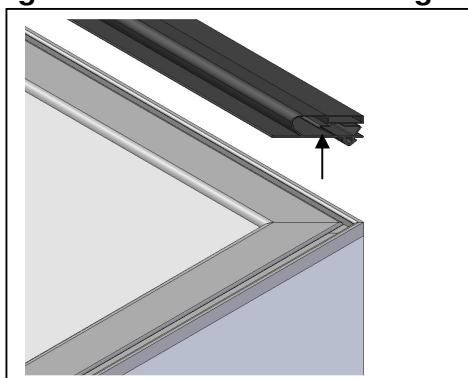

Fig.4
3. Asportare la guarnizione perimetrale dal porta guarnizione (fig.4)